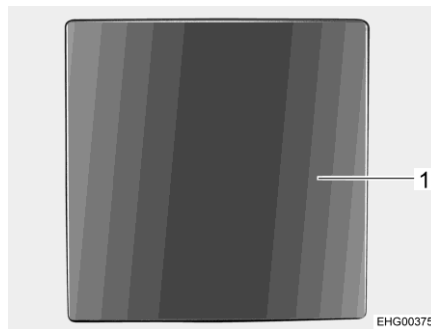

Fig. 59 Bouton-poussoir
- Appuyer sur le bouton-poussoir (Fig. 59,1). Le bouton-poussoir ressort.